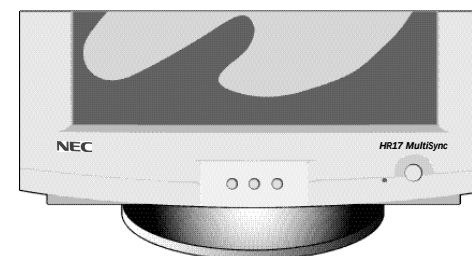

Figura C.1
- 5 Encienda su monitor MultiSync (Figura C.1) y su ordenador.